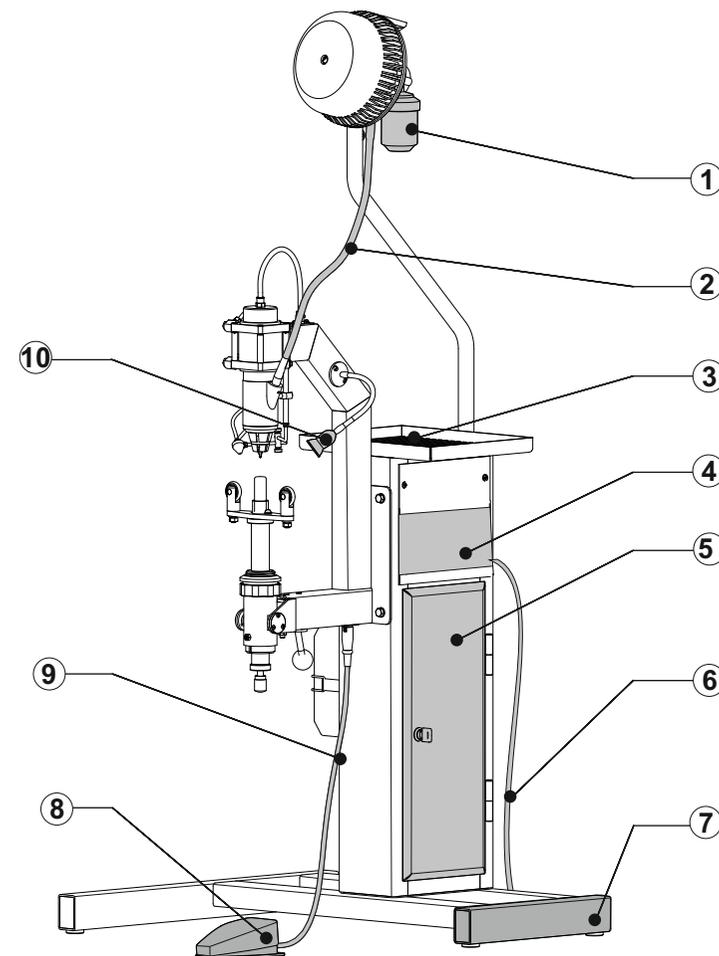

Рис.1.1
- 4.1. Шиповальный полуавтомат предназначен для ошиповки шин легковых и грузовых автомобилей диаметром до 19 дюймов шипами с наружным диаметром 8 мм. Отверстия в шинах для установки шипов должны быть выполнены заранее. Наличие электронного регулятора темпа ошиповки позволяет индивидуально, с высокой точностью подбирать скорость работы в полуавтоматическом режиме. Внешний вид полуавтомата, его основные детали и органы управления показаны на рис.1.1., 1.2., 2, 3,4.